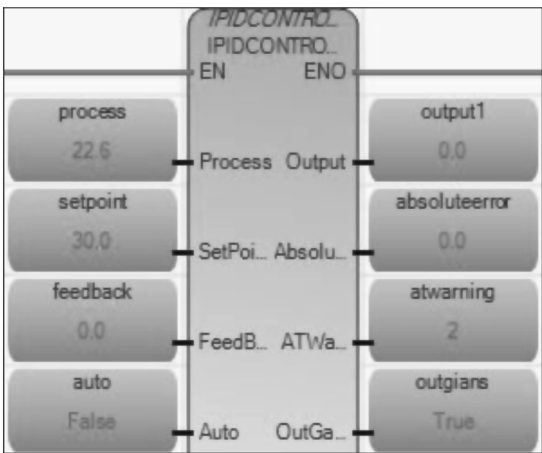

图 8-14 自动调节结束
- 5) 等待直到 “atwarning” 输出值变为 “2”，即自动调节结束，如图 8-14 所示。